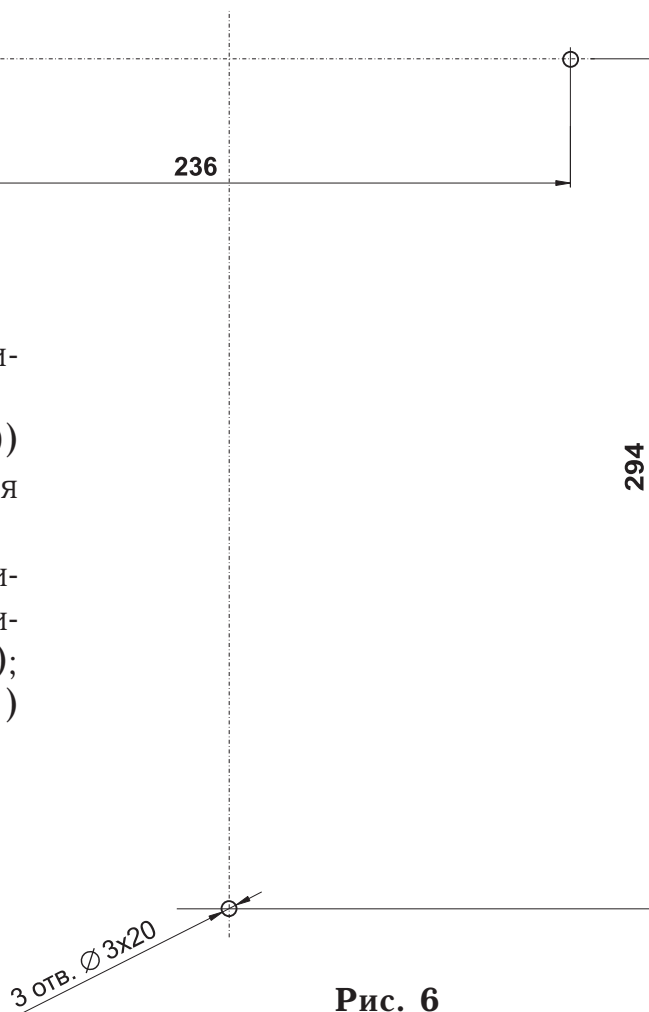

Рис. 6
8.3.24. Разметку отверстий для крепления блока управления на стене произведите согласно рис. 6. Надежно закрепите блок управления так, чтобы обеспечивался удобный доступ к разъемам, тумблерам и предохранителям.